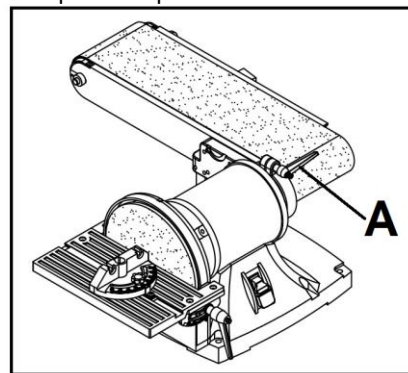

Рис.6
1. Ослабьте фиксирующую ручку, которая ввинчивается в поворотный кронштейн. Установите ленточный узел в сборе в вертикальное положение. Зафиксируйте положение ленточного узла, затянув фиксирующую ручку (А, рис.6) в поворотном кронштейне.